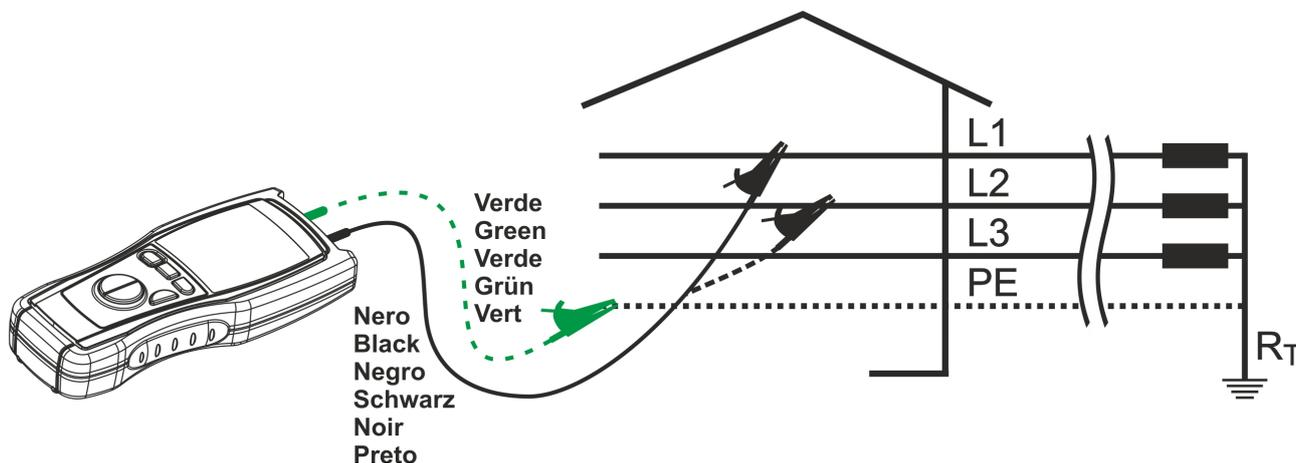

Fig. 7 : Connexion des bornes de l'instrument
- « **PH1** » à l'afficheur secondaire invitant l'utilisateur à connecter le câble de mesure au câble de la première tension de phase L1 (voir Fig. 7)
« **PH2** » à l'afficheur secondaire invitant l'utilisateur à connecter le câble de mesure au câble de la deuxième tension de phase L2 (voir Fig. 7)